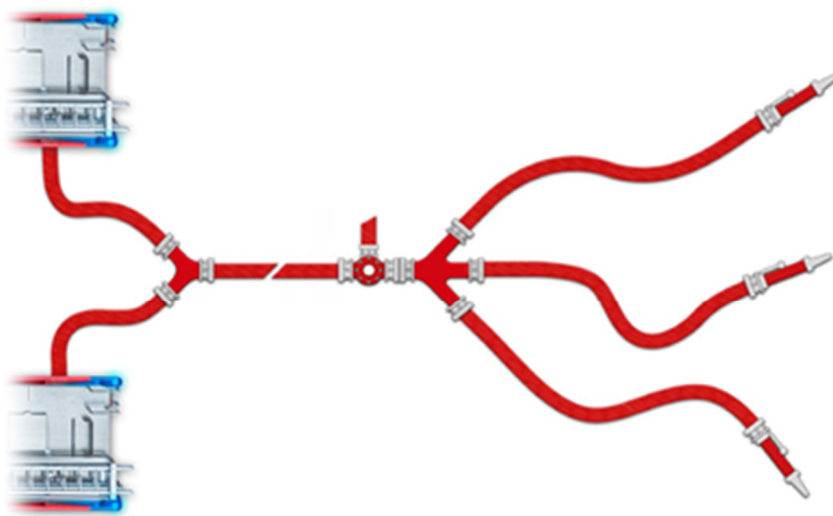

Abb. 2: Einrichtung eines einfachen Pendelverkehrs
- Pendelverkehr mit TLF (zum Beispiel nach Abb. 2)